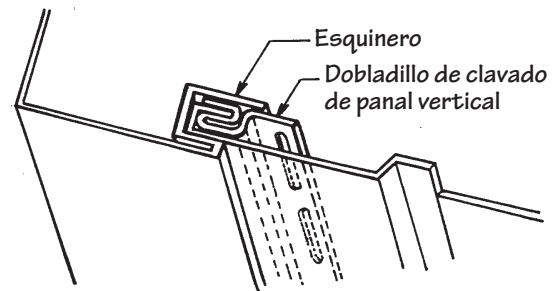
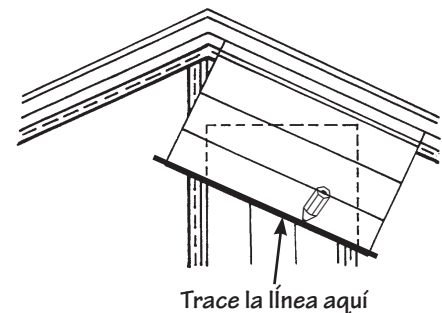

Figura 60.
Figura 61.
- Comience fijando un canal en J a lo largo del borde interior del techo. Instale un canal en J orientado hacia arriba como base vertical encima del primer canal en J en la base del hastial, como se muestra en la Figura 61. Como alternativa, instale dos canales en J, espalda a espalda, centrada con respecto al pico del hastial. Corte un dobladillo de clavado como faja inicial utilizando el método descrito anterior (Figura 60).
- Haga un patrón para los cortes de los extremos a lo largo del hastial usando dos tramos de desecho de revestimiento (Figura 61). Trabe una pieza en la faja inicial al centro de la pared. Sostenga el borde del otro tramo en contra y alineado con la línea de techo. Marque el declive en el tramo vertical y corte en esa línea. Úsela como patrón para marcar y cortar los extremos de todos los demás paneles necesarios para este lado del borde del hastial. Haga otro patrón para el otro lado del hastial.